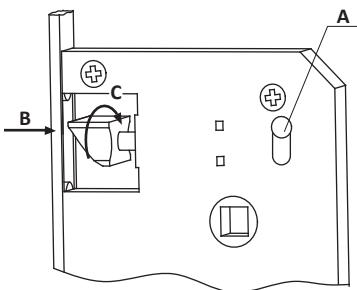

Рис. 2
1. Перед установкой замка убедитесь, что скос защелки направлен в сторону закрывания двери. Чтобы переставить защелку (Рис. 2), приподнимите фиксирующий флагок (A) и освободите защелку. Поверните ее в необходимую сторону и верните в исходную позицию. Фиксация произойдет автоматически.